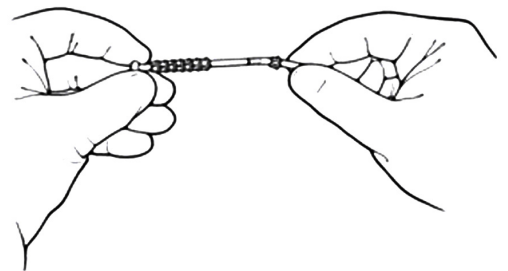

Figura 4-31. Deslizar a pinça de aperto
2. Faça deslizar o anel da pinça de aperto para a tubagem, certificando-se que os dentes do anel da pinça de aperto ficam voltados para a extremidade da tubagem. **(Figura 4-31)**